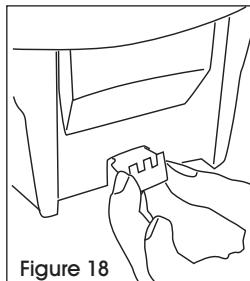

Figure 18
- Réinstallez l'ensemble de loquet dans la section inférieure du distributeur avec le côté à fentes faisant face à la partie avant du distributeur, dans la direction opposée du mur. Poussez l'ensemble du loquet dans le distributeur jusqu'à ce qu'il s'enclenche en place. (Voir Figure 18)